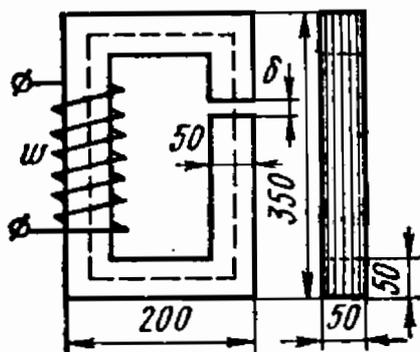

Рис. 9.10
9.10. В воздушном зазоре магнитопровода катушки (рис. 9.10), набранного из пластин стали Э12, требуется получить индукцию $B_0 = 1 \text{ Т}$.